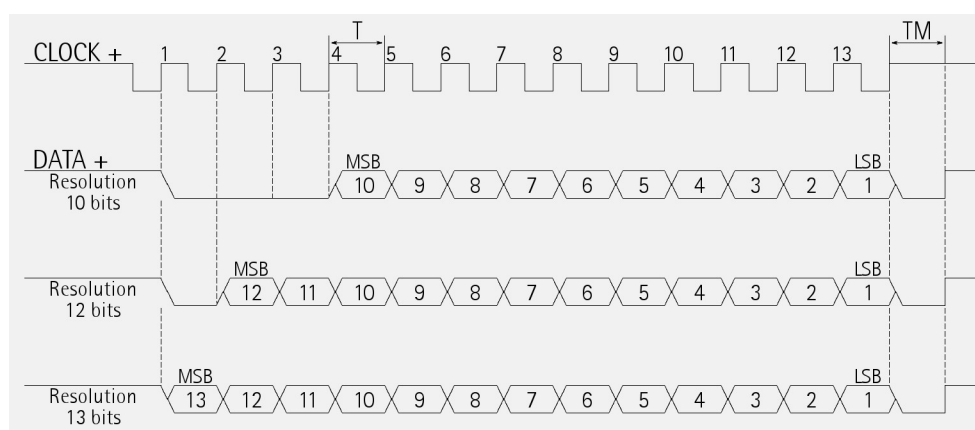
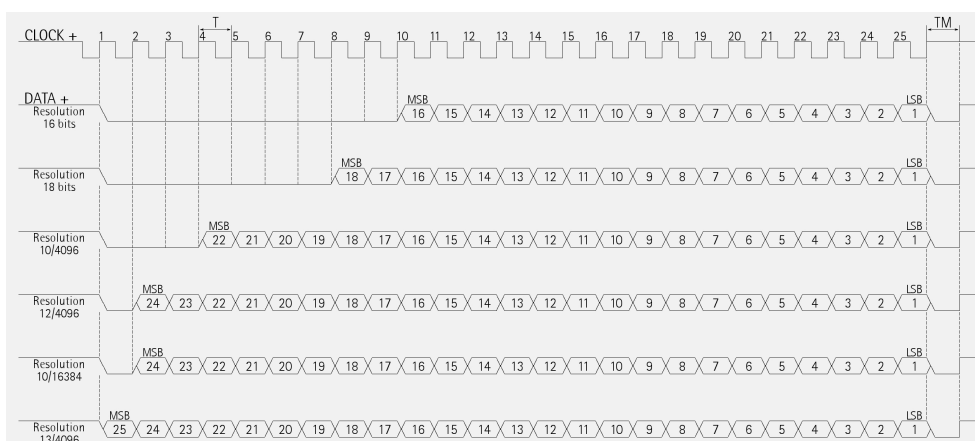
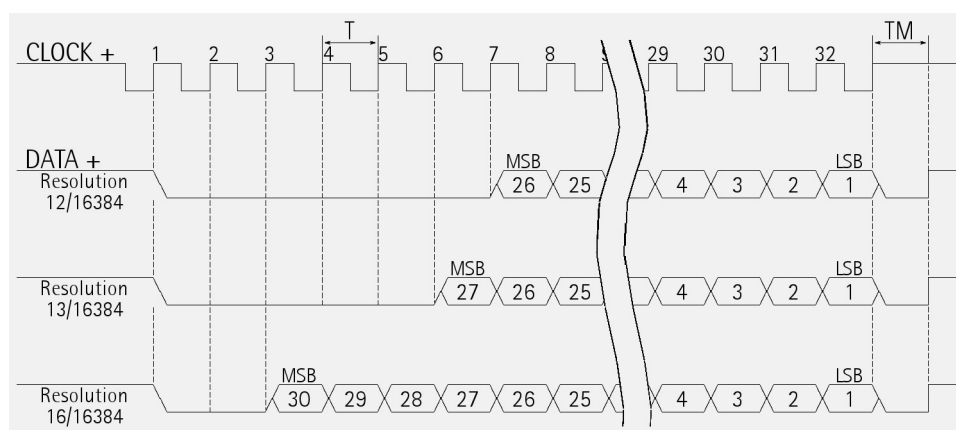

Figura 4 - Esempi schema protocollo LSB RIGHT ALIGNED a 13 bit
Figura 5 - Esempi schema protocollo LSB RIGHT ALIGNED a 25 bit
Figura 6 - Esempi schema protocollo LSB RIGHT ALIGNED a 32 bit
5.4 PROTOCOLLO LSB ALLINEATO A DESTRA "LSB RIGHT ALIGNED" (Figura 4, Figura 5 e Figura 6)